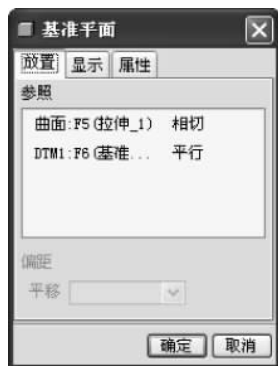
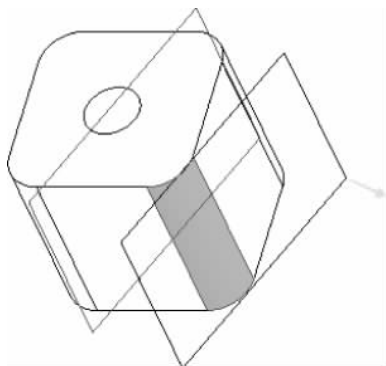

图 3-23 “基准平面”对话框 2
图 3-24 相切的基准平面
- ① 单击基准特征工具栏中的  按钮。
- ② 单击模型中最大直径的圆柱形表面。
- ③ 按住 Ctrl 键,单击实例 3-1 建立的基准平面 DTM1。
- ④ 在“基准平面”对话框中选择“相切”和“平行”约束类型,如图 3-23 所示。
- ⑤ 产生与圆柱形表面相切的基准平面 DTM2。
- ⑥ 单击“确定”按钮,完成基准平面 DTM2 的建立,如图 3-24 所示。